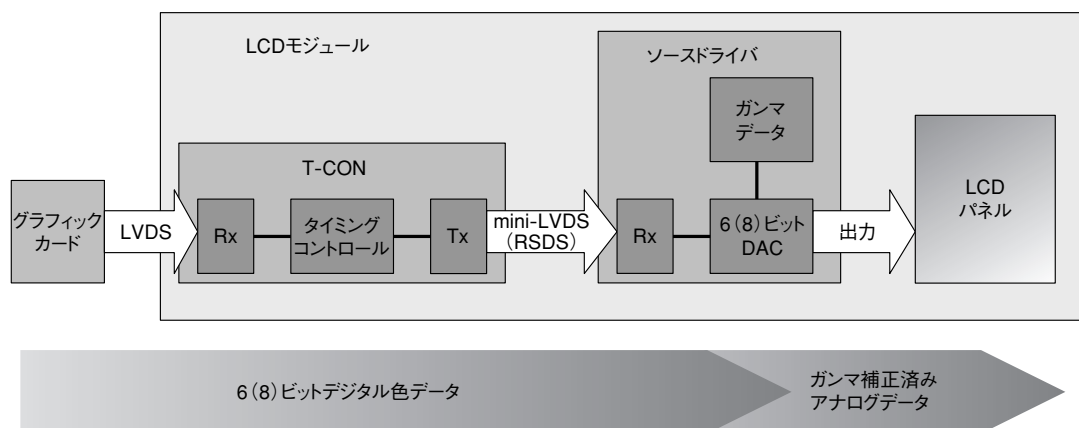

図2 従来のシステム
- ③ DACで生成されたアナログ電圧はオペアンプでインピーダンス変換されパネルに出力される。この電圧はパネル上のTFTを通して各画素に印加される。各画素に所望の電圧が書き込まれたところでTFTはOFFになり、液晶自体が持つ容量によってこの電圧は次の書き込みまで保持される（図2）。